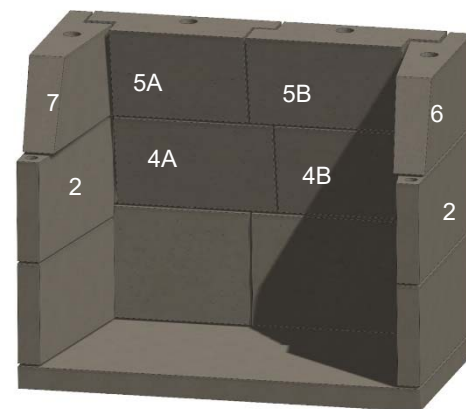

Figura 7. Placas traseras superiores y paredes laterales
E. Instale las paredes laterales inclinadas (6 y 7), y las placas traseras superiores (5A, 5B). Compruebe los laterales y la parte superior con un nivel. Véase la figura 7.